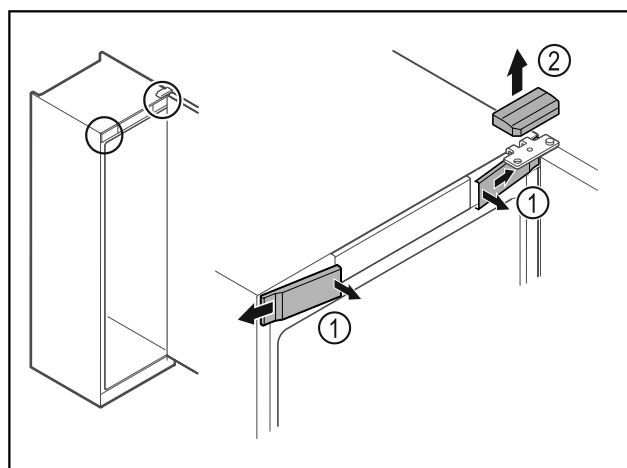

Fig. 16
- ▶ 从内侧松开前盖板 Fig. 16 (1)并移到一旁。
▶ 朝上取下上盖板 Fig. 16 (2)。